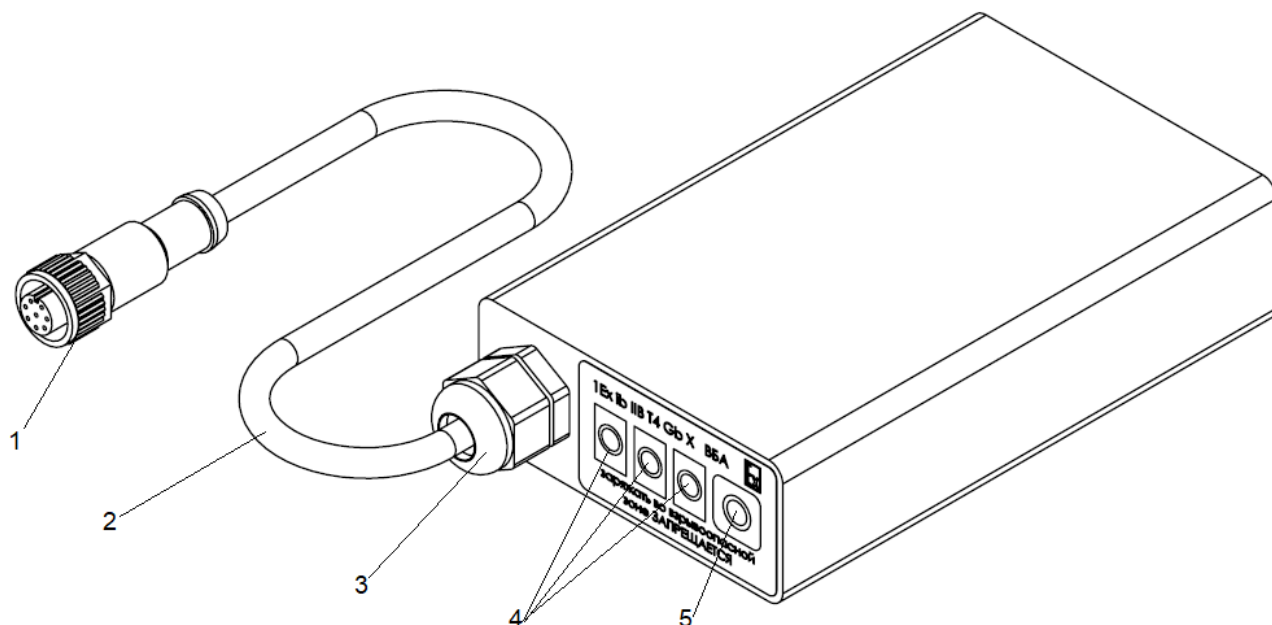

Рис. 1.4. Внешний блок аккумуляторов ВБА
Внешний блок аккумуляторов (далее - ВБА) предназначен для питания газоанализатора. Внешний вид ВБА представлен на рис. 1.4.
Внешний блок аккумуляторов (ВБА) заряжается при помощи отдельного адаптера, входящего в комплект ВБА. По окончании зарядки, по нажатию кнопки контроля уровня заряда ВБА загорятся три светодиода контроля уровня заряда (поз. 4, рис. 1.4). Для питания газоанализатора от ВБА подключить разъем ВБА (поз. 1 рис. 1.4) к разъему (11) на лицевой панели газоанализатора (рис. 1.1).